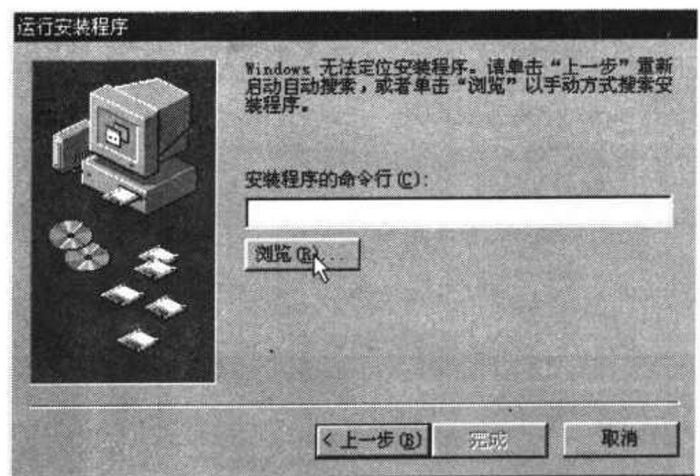

图 2-5 选择安装程序
4.根据提示把 Protel 99 的安装盘放入 CD-ROM 驱动器，单击【下一步】按钮，出现要求选择安装程序对话框。如图 2-5。